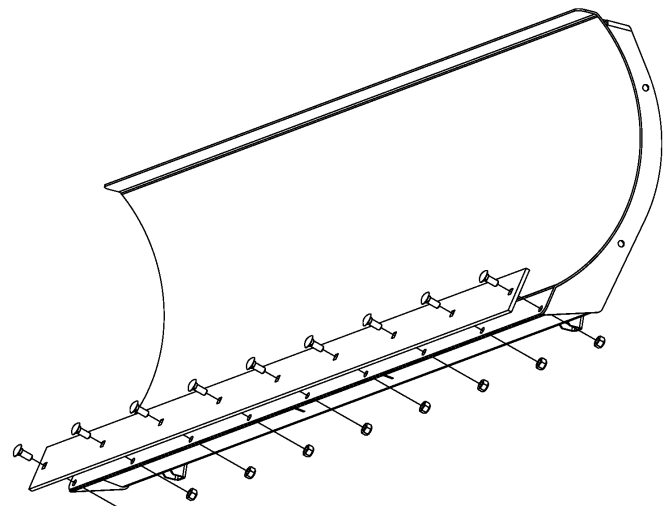

FIGURE 1
1. Fixer la barre d'usure à la lame tel qu'indiqué à la figure 1. Insérer les boulons de carrosserie de 10 mm de diamètre dans chacun des trous carrés de la barre d'usure et les trous correspondants de la lame. Terminer avec un écrou de blocage de 10 mm.